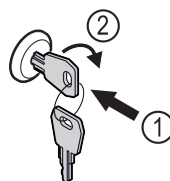

Fig. 123 Beispielhafte Darstellung
- Schlüssel hineindrücken Fig. 123 (1).
- Schlüssel um 90° im Uhrzeigersinn drehen Fig. 123 (2).